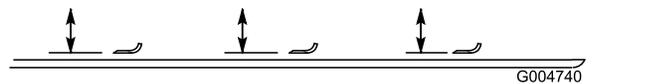

Figura 77
5. Girate la lama fino a disporla in parallelo con la lunghezza della macchina (Figura 77).